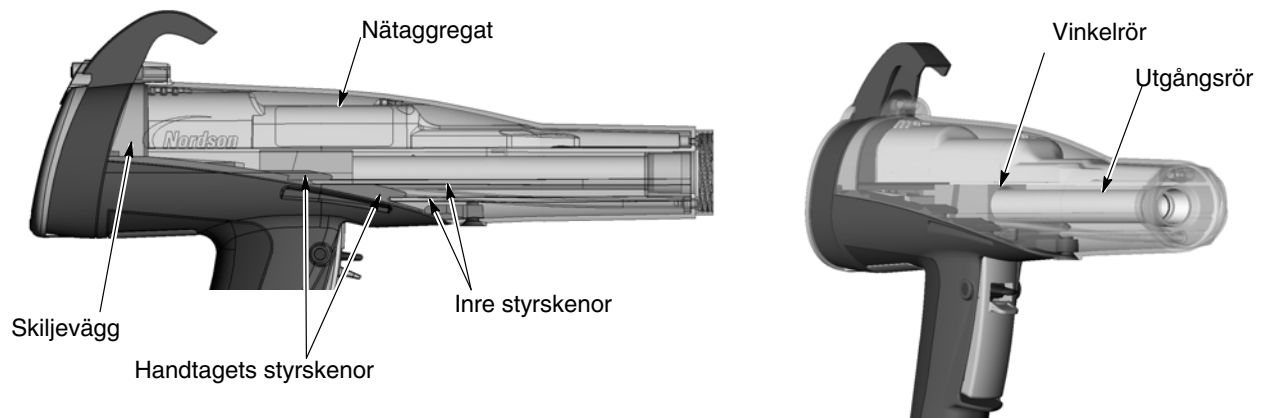

Bild 6-6 Sammansättning av pistolen
1. Se bild 6-6. Rikta in pistolkroppsdel mot handtaget och skjut samman dem, så att de inre styrskenorna i pistolkroppen passar in i de motsvarande i handtaget.